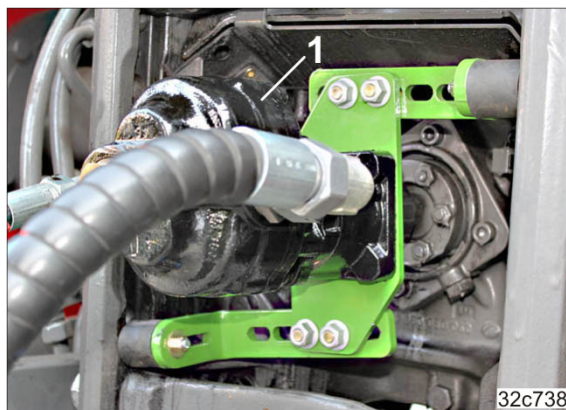

Fig. 163
4. Débranchez la pompe hydraulique (Fig. 163/1) de la prise de force du tracteur. La pompe hydraulique possède un dispositif de verrouillage à conversion rapide.